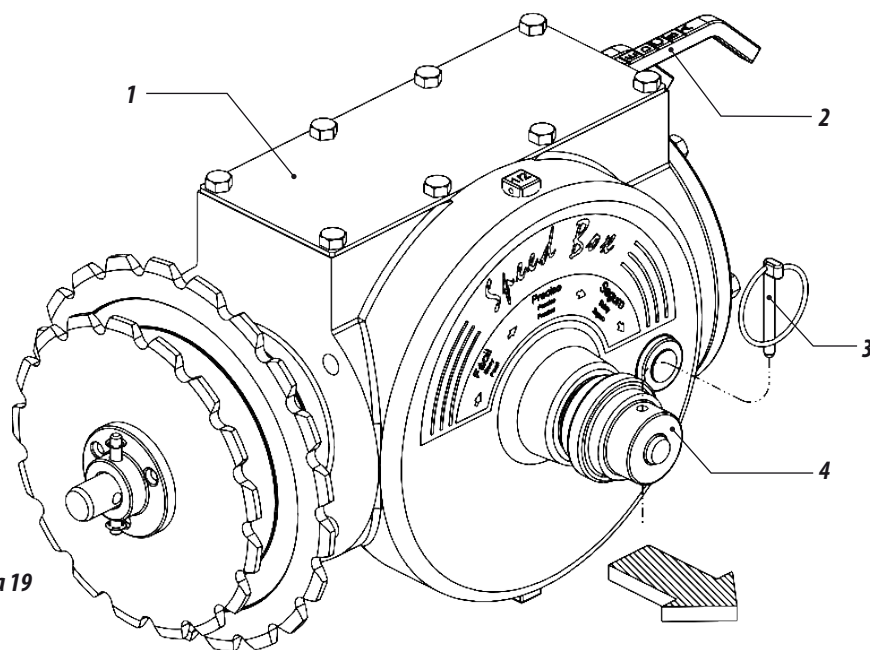

Figura 19
- 02** - Para regulagem do adubo, selecione a quantidade desejada nas tabelas e verifique na coluna da mesma COMBINAÇÃO a numeração correspondente das alavancas (1). Exemplo: Combinação A 6 na posição do detalhe A da FIGURA 19, indica que a alavanca com letras deve estar na posição "A" e a alavanca de números deve estar na posição "6".